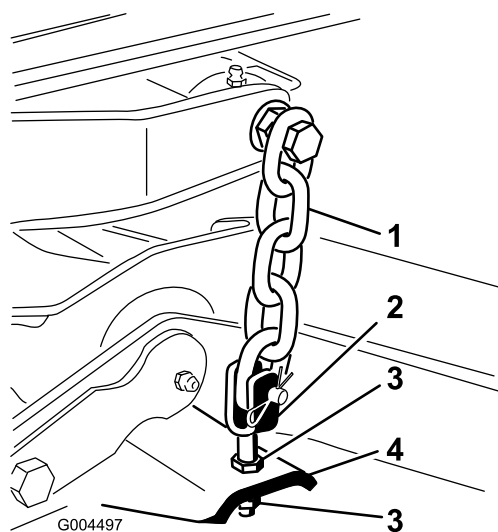

Figure 75
7. Ajustez les écrous de blocage qui fixent les chapes/chânes au plateau de coupe pour élever l'arrière du plateau de coupe de sorte à obtenir une inclinaison de la lame de 8 mm (Figure 75).